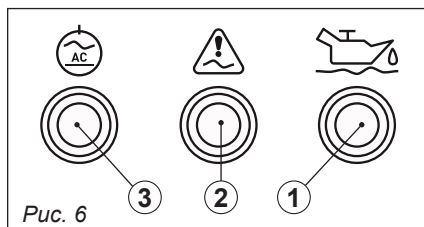

Рис. 6
### Индикатор низкого уровня масла (поз. ①, рис. 6)
### Индикатор перегрузки (поз. ②, рис. 6)
### Индикатор сети (поз. ③, рис. 6)